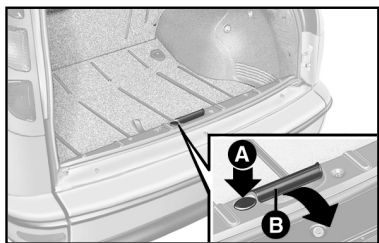

fig. 98
- 1) Segurar bem o pára-choque, através do suporte **B** - **fig 98**.